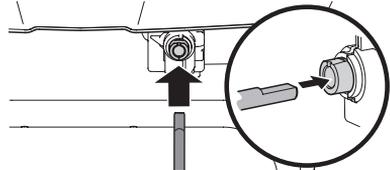

Figura 31
- Modelos con Control Eléctrico del Canal - Inserte el otro extremo del eje flexible en el acoplamiento de la varilla de control del canal debajo del panel de la manija. Asegúrese de alinear el extremo plano de la varilla y el extremo plano del acoplador. Puede ser necesario girar la varilla hasta que se alineen estas dos superficies (Figura 31, recuadro).